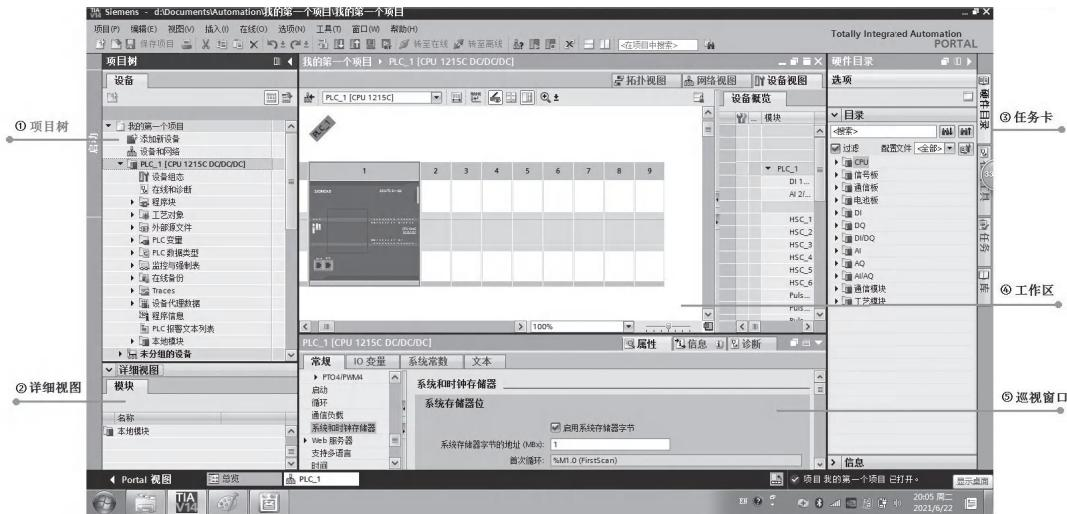

图 1-27 项目视图
项目视图如图 1-27 所示，是基于项目的，在项目视图中整个项目按多层次结构显示在项目树中，可以直接访问所有的编辑器、参数和数据，并进行高效的工程组态和编程。使用时常用的有项目树、详细视图、任务卡、工作区、巡视窗口几个部分，如图 1-27 所示。
③任务卡。标有③的区域为任务卡，任务卡的功能与编辑器有关，任务卡中的内容多少取决于所安装的软件产品，可以通过最右边的竖条按钮来切换任务卡显示的内容。图 1-27 中的任务卡显示的是硬件目录。
④工作区。标有④的区域为工作区，工作区内可以进行编辑或者显示打开的编辑器，可以打开若干个编辑器，但是一般只能在工作区同时显示一个当前打开的编辑器。如果